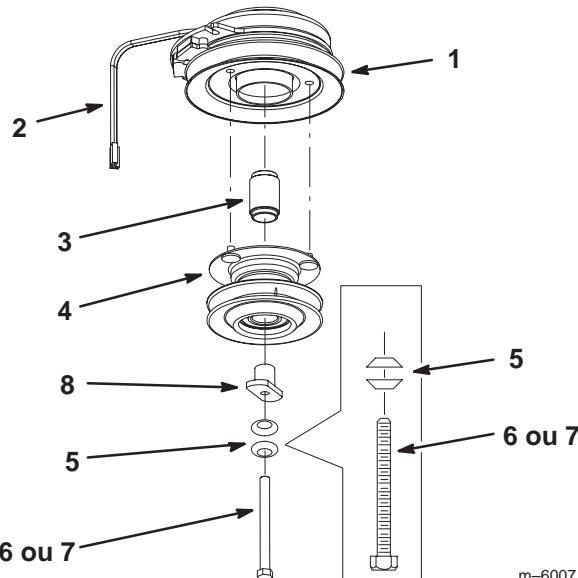

Figure 5
1. Posez la nouvelle entretoise de poulie dans l'embrayage (Fig. 5).
2. Montez l'ensemble poulie d'entraînement dans les trois trous percés dans la poulie d'embrayage (Fig. 5).
- Posez l'entretoise d'entraînement dans l'ensemble poulie d'entraînement (Fig. 5).
- Si la machine est équipée d'un moteur Kawasaki®, montez l'embrayage avec un boulon (7/16 x 5-1/2") et 2 rondelles bombées existantes (Fig. 5).
- Si la machine est équipée d'un moteur Kohler®, montez l'embrayage avec un boulon (7/16 x 4-3/4") et 2 rondelles bombées existantes (Fig. 5).
- Serrez le boulon de l'embrayage à 75 Nm (Fig. 5).